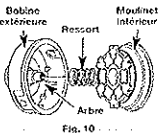

Fig. 10
3. Sortez le moulinet intérieur de la bobine extérieure (Fig. 10).
4. Sortez le ressort du moulinet intérieur (Fig. 10).